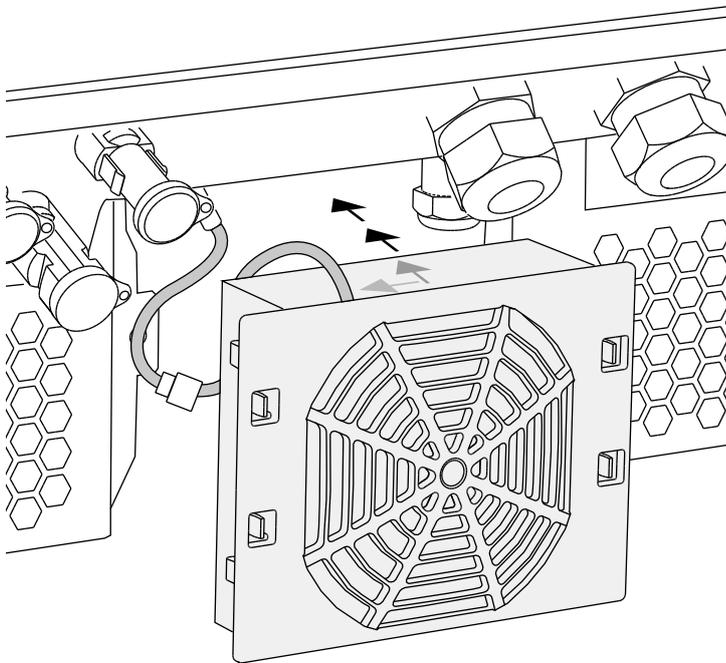

Fig. 66 : remise en place du ventilateur
- le ventilateur soit correctement installé dans son cadre (sens d'écoulement de l'air).  **Fig. 66**